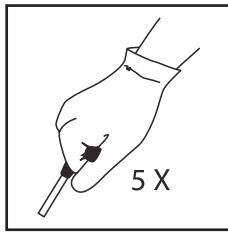

Fig. 15
- 4.** Puxe a corda 5 vezes (Fig. 15).